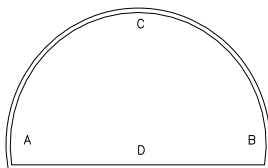

图 2-145 打开扇形喷头素材
① 按 Ctrl+O 组合键，打开配套光盘提供的“第 2 章/ 2.4.8 扇形喷头.dwg”素材文件，结果如图 2-145 所示。